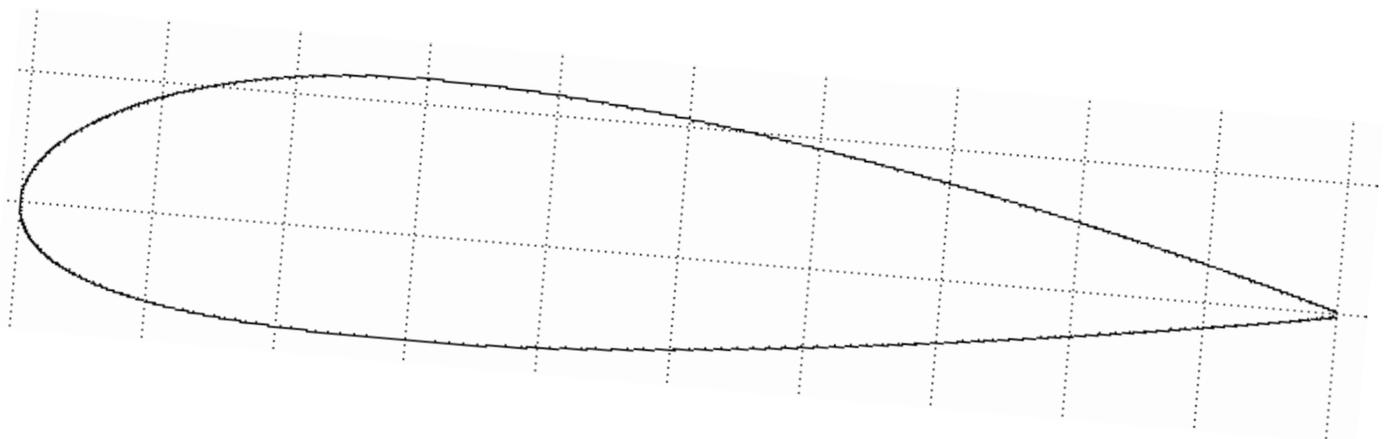

FIG. 2 – Profil NACA 2320 en incidence positive de 5° par rapport aux bords haut et bas de la feuille.
- 2) Calculez les composantes de traînée T et de portance P de la force \vec{F} exercée par l'eau de mer sur ce profil. Représentez sur la FIG. 2 - à une échelle que vous préciserez ainsi "... \equiv ... mm" - ce vecteur force, ainsi que ses composantes de portance et de traînée (sans préciser le point d'application de cette force vu que vous ne connaissez pas). [4.5]